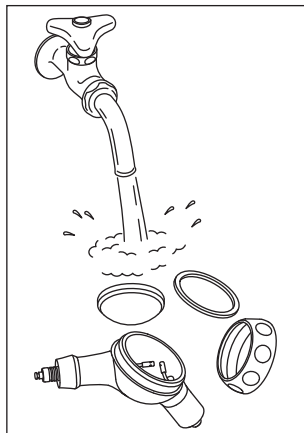

図 20
- 3) パウダーケースの内側やパウダーケースカバーの内側に付着しているパウダーを流水下で洗い流します(図 20)。